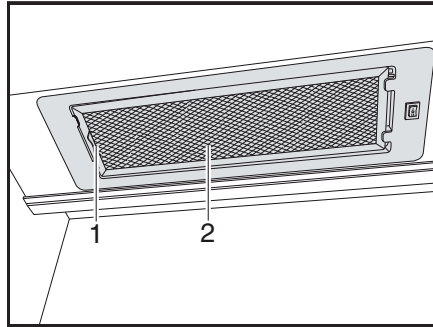

Fig. 156 Hotte aspirante
- Pousser le levier (Fig. 156,1) vers l'intérieur.
- Retirer le filtre (Fig. 156,2) vers le bas.